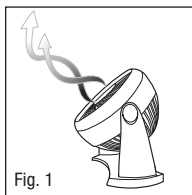

Fig. 1
2. Si le ventilateur perd de sa puissance ou bien si vous soupçonnez que le fusible est grillé, commencez par séparer le porte-fusible de rechange de la fiche (fig. 1). Sortez le fusible de rechange de son logement en plastique et mettez ce fusible de côté (fig. 2).
Le ventilateur de à haute vélocité Turbo Force^{MD}, de par sa conception aérodynamique, vous offre la possibilité de changer la direction de l'angle du ventilateur en réglant simplement l'appareil à n'importe quel angle de ventilation souhaité (Fig.1). À la mise en marche du ventilateur, vous sentirez un fort et puissant mouvement d'air qui changera vite pour devenir effet rafraîchissant.